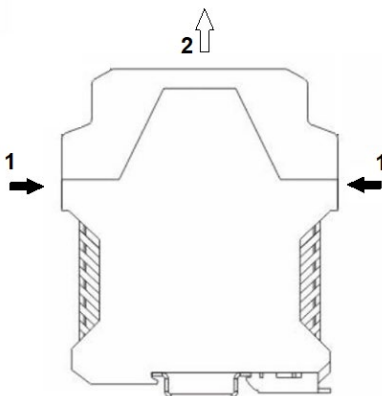

Рисунок 1 – Вскрытие корпуса
1. Вскрыть корпус, для этого нажать на боковые защелки (1) и вытащить крышку вверх (2). Рисунок 1.